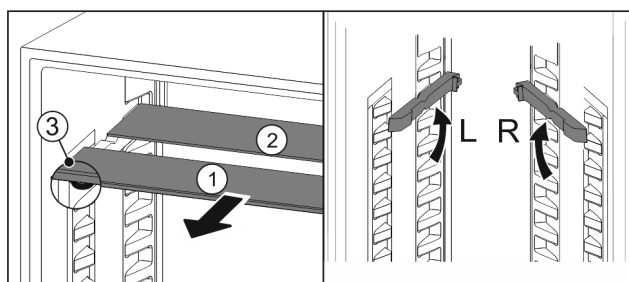

Fig. 97
- Trekk glassplatene enkeltvis fremover og ut Fig. 97 (1).
- ▷ Glassplate Fig. 97 (1) med pyntelist ligger foran.
- ▷ Stoppere Fig. 97 (3) peker nedover.